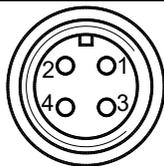

Рисунок 2.11 – Расположение контактов вилок 2РМГ14 (ШР14), 2РМГ22 (ШР22)
2.3.4.6. Для подключения сигнальных цепей (выходов тока или напряжения) и цепей питания используются 4-х контактные разъемы типа 2РМГ14 (ШР14), 2РМГ22 (ШР22) (см. рисунок 2.11).